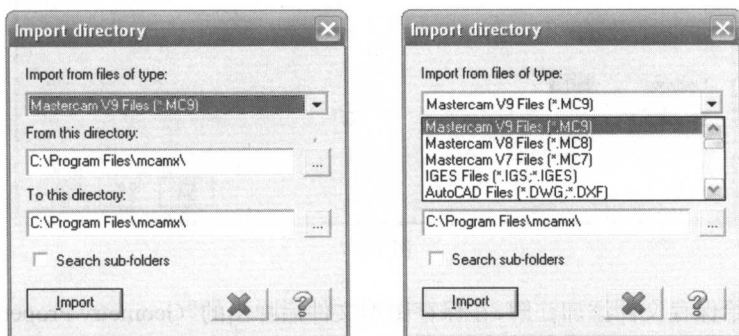

图 1-2-9
7. Import directory (文件输入): Mastercam 提供很多的图形转换接口 (见图 1-2-9 所示), Export directory (文件输出) 命令和该命令类似, 这些将在《Mastercam X 三维绘图与加工自学手册》中介绍。